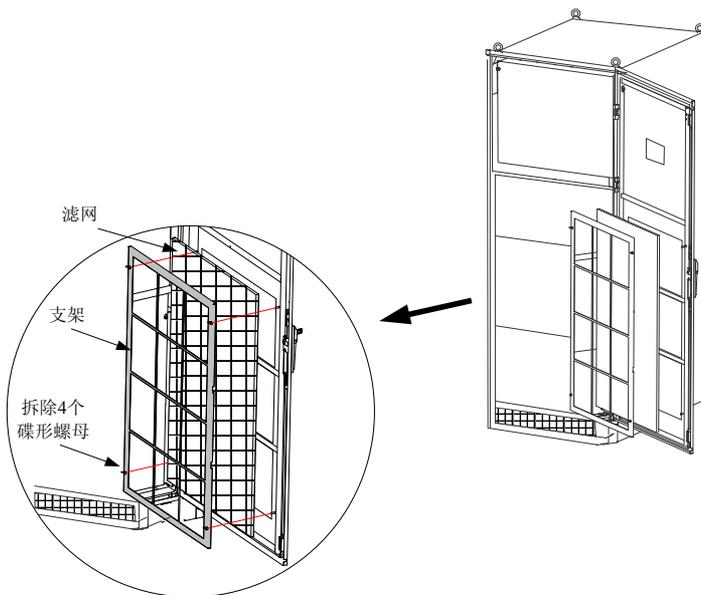

图 6-1 滤网拆装示意图
- 1) 按照图 6-1 所示，用手拧下支架四周的 4 个蝶形螺母，再将支架和滤网分别拆下；